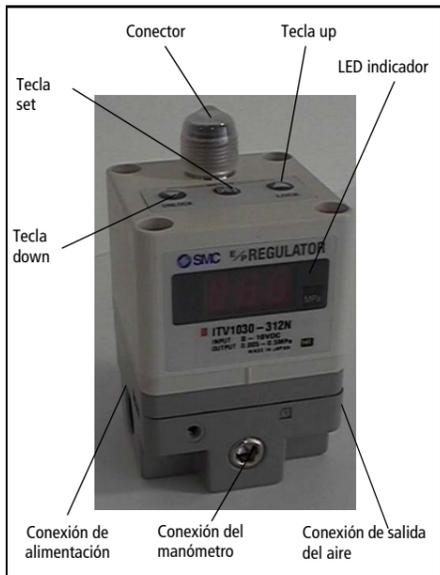

Fig 1
- Para ajustar la presión mínima (en el indicador LED aparece F-1) utilice las teclas up/down (Fig 1) luego presione la tecla 'Set' (Fig 1) para 'fijar' el ajuste.
- Para ajustar la presión máxima (en el indicador LED aparece F-2) utilice las teclas up/down (Fig 1) luego presione la tecla 'Set' (Fig 1) para 'fijar' el ajuste.
- Para ajustar la salida digital 1 (en el indicador aparece P-1) utilice las teclas up/down (Fig 1) luego presione la tecla 'Set' (Fig 1) para 'fijar' el ajuste.
- Para ajustar la salida digital 2 (en el indicador aparece P-2) utilice las teclas up/down (Fig 1) luego presione la tecla 'Set' (Fig 1) para 'fijar' el ajuste.
Si se presiona cualquier tecla, en el display (Fig.1) parpadea la indicación 'Loc'.
- 1) Presione la tecla 'Down' (Fig 1) durante más de 2 segundos.
- 3) Presione la tecla 'set' (Fig 1) para bloquear.
Nota: Para anular, presione la tecla 'Up' (Fig 1).
- 1) Presione la tecla 'Up' (Fig 1) durante más de 2 segundos.
- 3) Presione la tecla 'Set' (Fig 1) para bloquear.
Nota: Para anular, presione la tecla 'Down' (Fig 1).
Si el equipo ITV1000 detecta alguna anomalía el indicador LED (Fig 1) muestra 'Er' seguido de un código. Desconecte la alimentación, averigüe el problema y resuélvalo. Tras corregir el fallo, reinstaure la alimentación eléctrica.
Presione las teclas 'Up' y 'Down' (Fig 1) conjuntamente durante más de 3 segundos. El indicador muestra 'RES'. Para que las presiones mínima y máxima y las salidas digitales P1 y P2 vuelvan a su condición inicial, libere las teclas.
Nota: Si la fuente supera los 30mA el sensor se visualizará en el indicador LED (Fig 1) mostrando 'Er 5'.